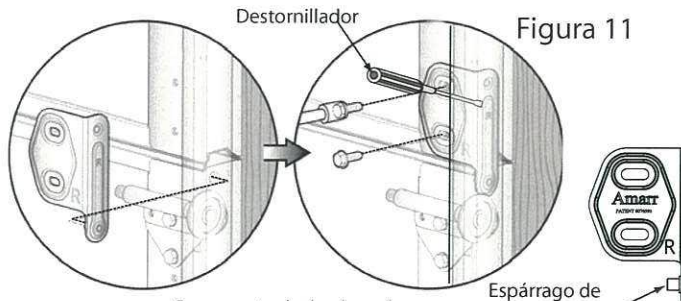

Figura 11
Ajuste las bisagras de los extremos entre el riel y la sección. Alinee los espárragos de la bisagra del extremo con los agujeros extruidos en el borde de los montantes terminales e insértelos. Asegure la bisagra con (2) tornillos universales de 1/4" x 5/8" (Figura 11).
Nota: Sostenga firmemente las bisagras en su lugar con un destornillador entre el riel y la bisagra, mientras aprieta los tornillos (Figura 11).
Ajuste las bisagras de los extremos entre el riel y la sección. Alinee los espárragos de la bisagra del extremo con los agujeros extruidos en el borde de los montantes terminales e insértelos. Asegure la bisagra con (2) tornillos universales de 1/4"x5/8" (Figura 11).